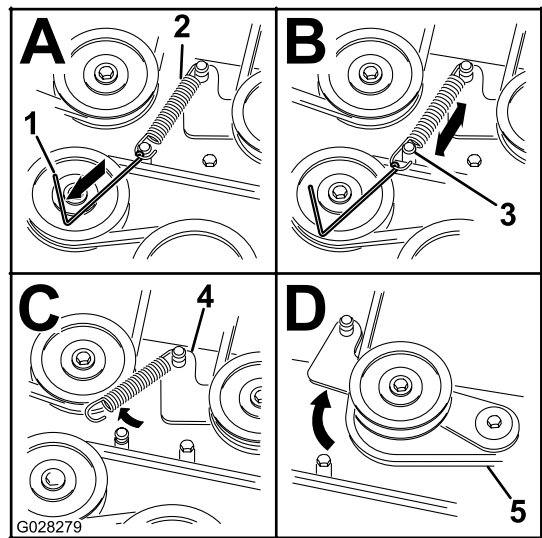

Figura 67
7. Usando una herramienta para la retirada de muelles (Pieza Toro N° 92-5771), retire el muelle tensor del espárrago de la carcasa para eliminar la tensión de la polea tensora (Figura 67).
10. Pase la correa nueva alrededor de las poleas del cortacésped y de la polea del embrague, debajo del motor (Figura 67).
11. Usando una herramienta para la retirada de muelles (Pieza Toro N° 92-5771), instale el muelle tensor sobre el espárrago de la carcasa y tense la polea tensora y la correa (Figura 67).